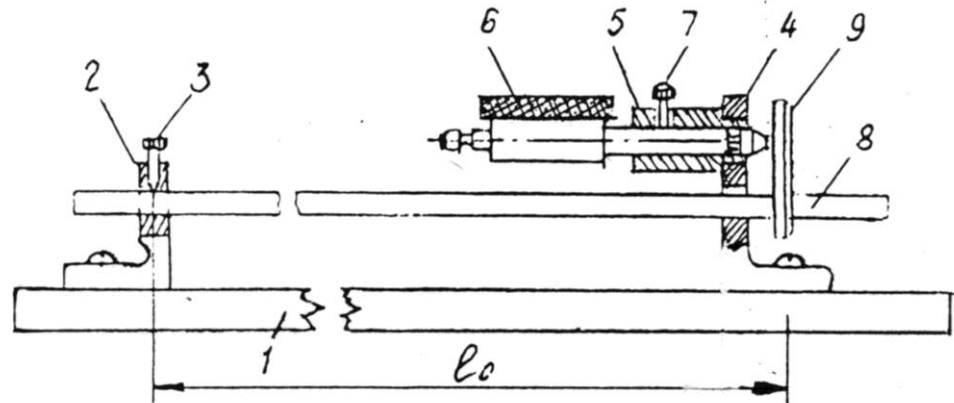

Рисунок 2 – Установка индикатора для измерения удлинения трубки
3.7 Индикатор **6** вставить в отверстие патрубку **5** и закрепить винтом **7** так, чтобы обеспечить натяжение механизма индикатора через его стержень, который должен упираться в левую сторону пластинки (рисунок 2).